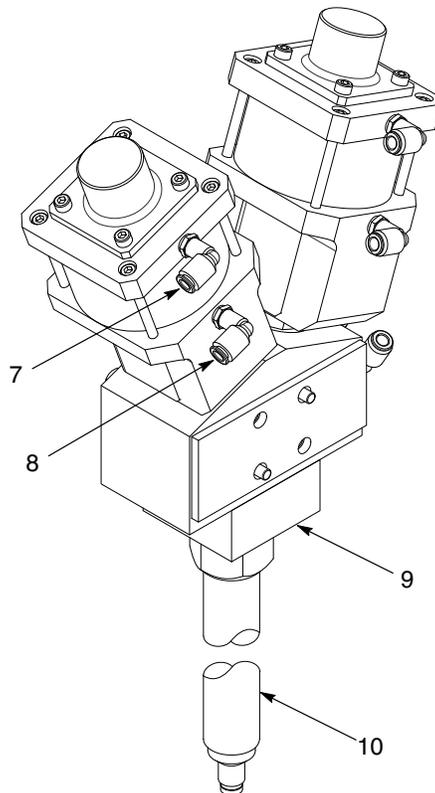

Abb. 2 Installation
1. Siehe Abb. 2. Eine Luftleitung vom Auftragskopf-Schließmagnetventil an das Winkelstück am Schließluftanschluss (7) anschließen.
2. Eine Luftleitung vom Auftragskopf-Öffnungsventil an das Winkelstück am Öffnungsluftanschluss (8) anschließen.
2. Siehe Abb. 2. Die Materialeingangsverschraubungen in den Materialeingangsöffnungen (3) installieren und die Materialzufuhrschläuche anschließen.
3. Die Materialzufuhrschlauch-Sicherungskeile (4) mit den Unterlegscheiben (5) und Schrauben (6) installieren. Die Schrauben fest anziehen.
Siehe Abb. 2. Zum Installieren der Zufuhrleitungen für die Temperaturkonditionierung den Kühlmittelschlauch an den Eingangsanschluss (1) der Temperaturkonditionierung und einen weiteren Schlauch an den Ausgangsanschluss (2) der Temperaturkonditionierung anschließen.
Siehe Abb. 2. Düsenadapter (9) und Mischerrohre (10) sind anwendungsspezifisch. Weitere Informationen siehe Abschnitt *Mischerrohre, Abdeckungen und Lernmuttern*. Bei Bedarf hilft die Nordson Vertretung bei der Auswahl und Installation der geeigneten Düse für die Anwendung.